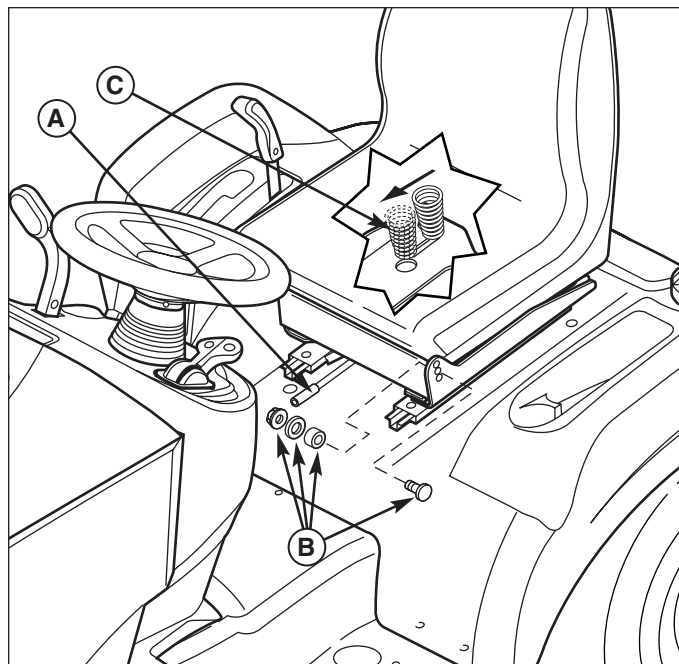

Abb. 28. Sitzeinstellung
Die Neigung des Sitzes kann auf drei verschiedene Positionen eingestellt werden. Um die Einstellung vorzunehmen, entfernen Sie die Schlossschrauben, Abstandsstücke, Unterlegscheiben und Muttern (B, Abb. 28) vom Gelenk und bringen Sie sie in der gewünschten Position wieder an.
Der Sitz kann vorwärts und rückwärts verstellt werden. Hebel (A, Abb. 28) bewegen, Sitz in die gewünschte Position bringen und Hebel loslassen. Der Sitz arretiert in der gewünschten Position.
Die Sitzfedern (C, Abb. 28) können fester oder weicher eingestellt werden. Kippen Sie den Sitz nach vorne und schieben Sie den Federnbausatz (C) nach vorne, um ein weicheres Fahrverhalten zu erreichen, und nach hinten, um ein festeres Fahrverhalten zu erreichen.